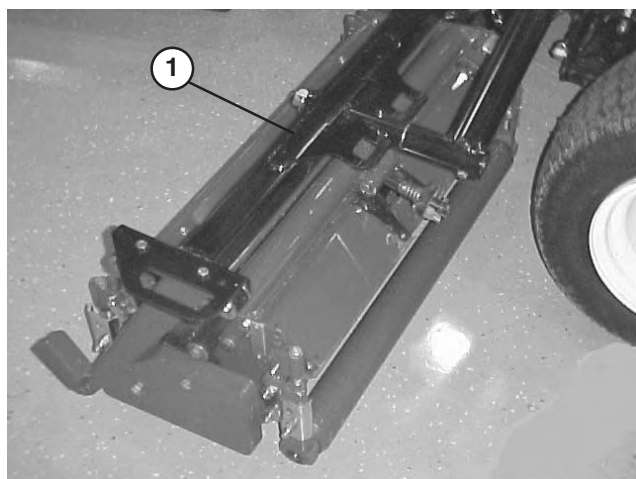
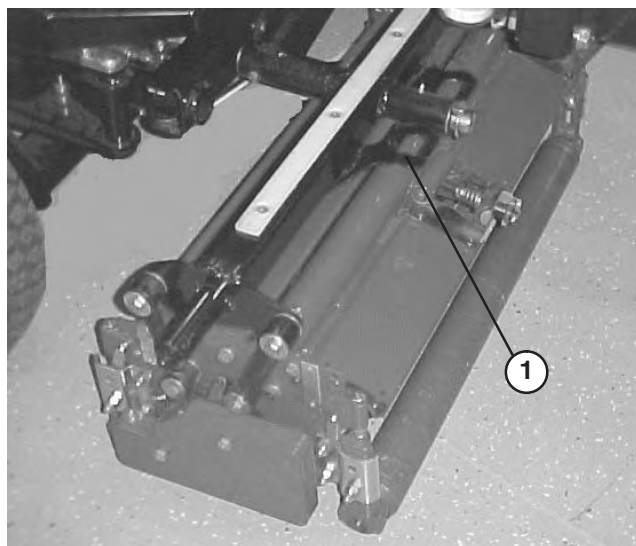
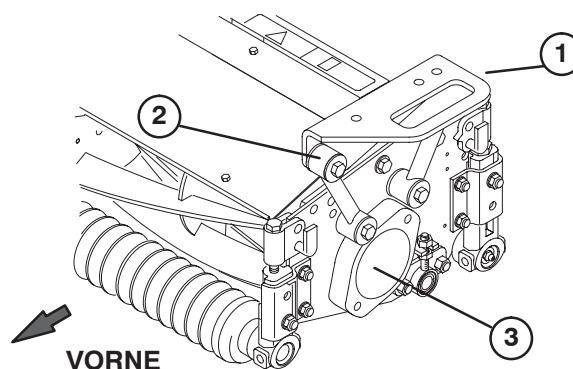

Bild 12
Bild 13
Bild 14
Hinweis: Heben Sie beide Hubarme ganz an. Verlegen Sie jetzt die Schläuche, wie in Bild 14 dargestellt, und lassen Sie einen Abstand zum Hubarm von 1–3 mm.
2. Setzen Sie einen vorderen Trägersrahmen (Bild 12) auf jedes vordere Mähwerk. Richten Sie die Befestigungslöcher mit den Befestigungsanschlüssen aus, wie in Bild 14 dargestellt.
3. Setzen Sie den hinteren Trägersrahmen (Bild 13) auf das hintere Mähwerk, richten Sie die Befestigungslöcher mit den Befestigungsanschlüssen aus, siehe Bild 14.
4. Befestigen Sie jeden Befestigungsanschluss mit einer 3/8–16 x 2–1/4 Zoll langen Kopfschraube, zwei flachen Scheiben und einer Sicherungsmutter am Trägersrahmen, siehe Bild 14. Setzen Sie bei der Montage an jeder Seite des Anschlusses eine Scheibe an. Ziehen Sie sie auf 42 Nm an.
3. Nehmen Sie an den restlichen Mähwerken die Versandabdeckung von den Lagergehäusen ab (Bild 14).